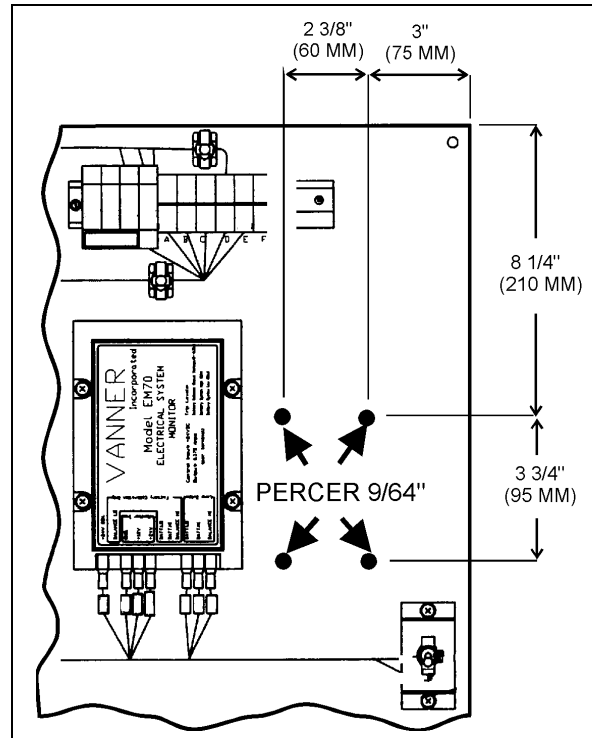

FIGURE 3
4. En se référant à la figure 3, percer 4 trous à l'aide d'un foret de 9/64" (3,6 mm) de diamètre.